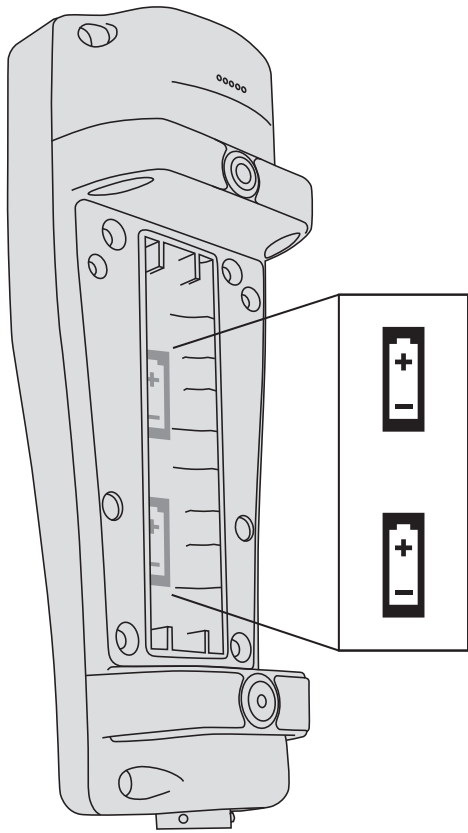

Figura 1 ProQuatro sin la tapa de las pilas. Observe los símbolos de polaridad de las pilas.
3. Retírela e instale las nuevas pilas en la correcta polaridad indicada (Figura 1).